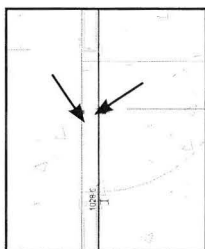

Fig. 08.42. Split.
- Klik på begge linier en enkelt gang, et vilkårligt sted i døråbningen (Fig. 08.42).